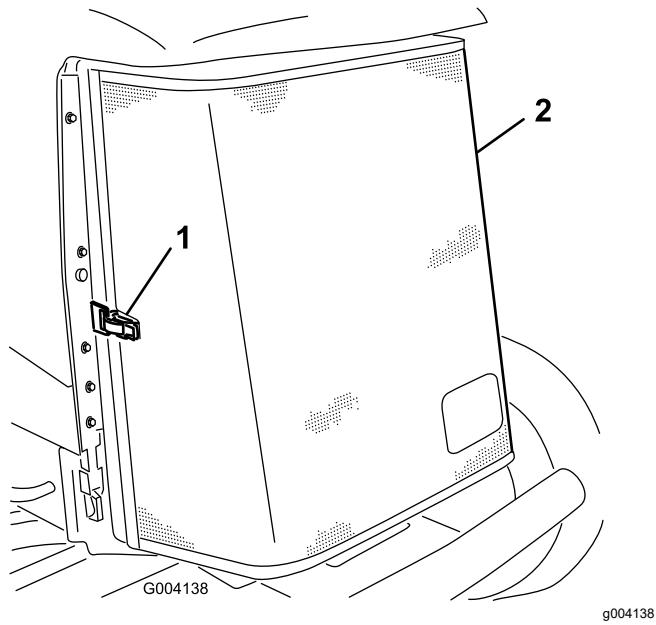

**Figura 84**
1. Compruebe el nivel de refrigerante en el depósito de expansión (Figura 84).